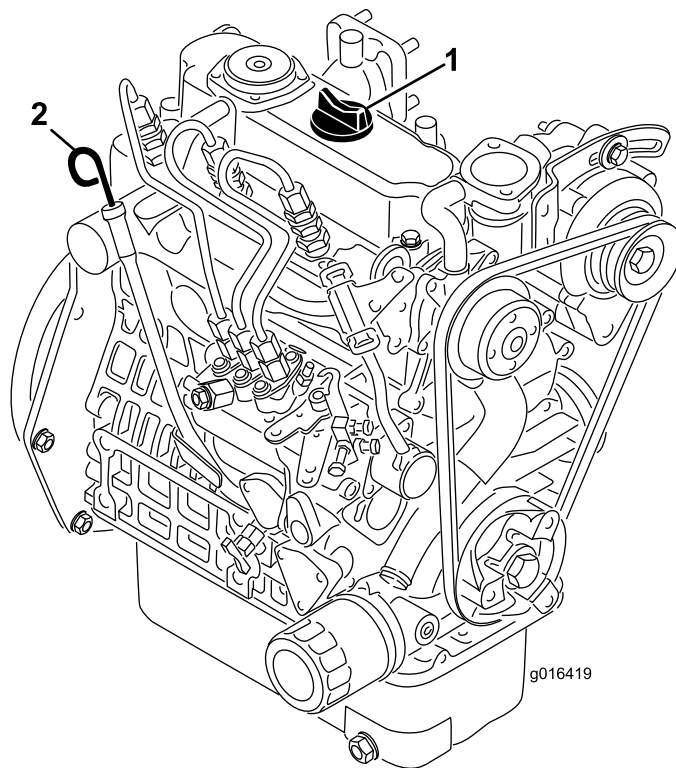

Figura 22
2. Retire a vareta e limpe-a com um pano limpo (Figura 22). Volte a colocar a vareta no tubo e verifique se está completamente introduzida. Retire a vareta do tubo e verifique o nível de óleo. Se o nível de óleo estiver baixo, retire o tampão de enchimento da cobertura da válvula e **lentamente** adicione óleo suficiente para elevar o nível de óleo até à marca Cheio, existente na vareta. Adicione o óleo lentamente e verifique o nível com alguma frequência durante o procedimento. **Não encha demasiado.**